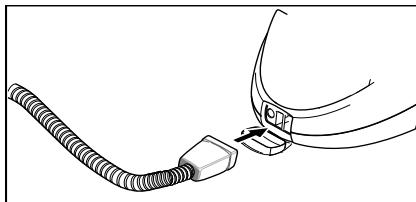

Ilustración 2
→ Empalme el conector de vapor (C6) en la toma de vapor del aparato (A1). Los dispositivos de bloqueo del conector de vapor deben encajar en la tapa de la toma de vapor del aparato (véase la fig.2).
- Meta los tubos de prolongación en los depósitos grandes para accesorios (ver ilustración 2).